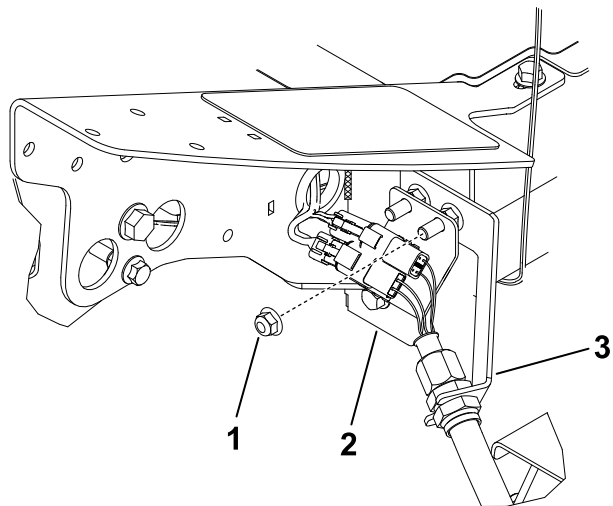

Figura 13
1. En la esquina delantera izquierda del bastidor (posición de la unidad de corte N° 4), retire la tuerca con arandela prensada adicional del perno que sujeta el soporte de pasamuros a la máquina (Figura 13).
3. Instale la chapa de conexión en los pernos de montaje del pasamuros con los conectores posicionados según se indica en Figura 13.